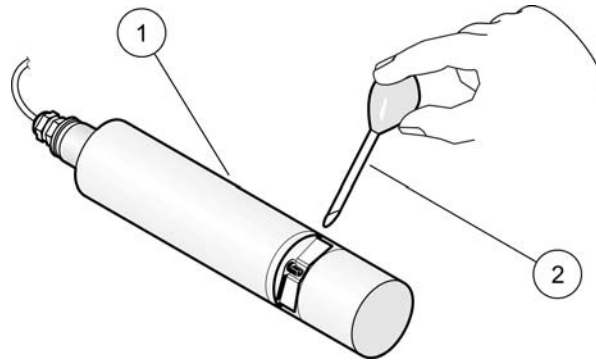

Figura 9 Comprobación de la calibración (versión para tanques)
9. **Versión para tanques:** quite el sensor del tanque, lave la trayectoria de medición con agua y rellénelo con la solución estándar (pipeta), vea la Figura 9 en la página 27.